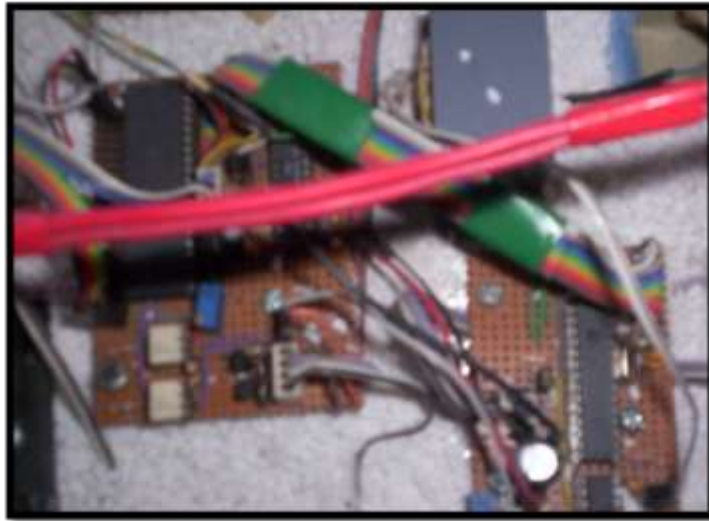

Figura C.8: Etapa Unidad de Distribución.
- *Unidad de Distribución* (Figura C.8) corresponde al control central del sistema. Aquí ingresa la realimentación traducida del error de tensión en la barra de conexión y se calcula a partir de ella el ángulo de disparo de los tiristores con una lógica de control basada en reglas. Con esta lógica de control se toma la decisión de apertura y cierre de los interruptores que conectan los bancos de condensadores. Estos bancos se conectan o desconectan si la tensión que ingresa supera o no un cierto umbral.